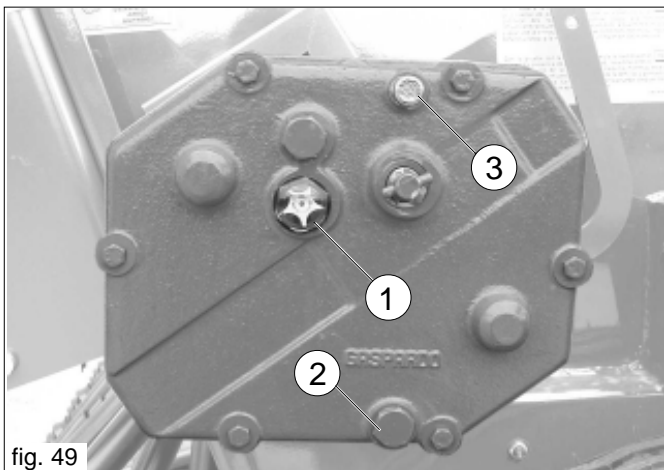

fig. 49
- Den Ölstand im Getriebegehäuse überprüfen und gegebenenfalls bis zum Stand auffüllen (1 Abb. 49). Es wird empfohlen, den gleichen Öltyp (ACER 22) zum Auffüllen zu verwenden.
- Ölablaufstutzen, 2 Abb. 49;
- Öleinfüllstutzen, 3 Abb. 49.